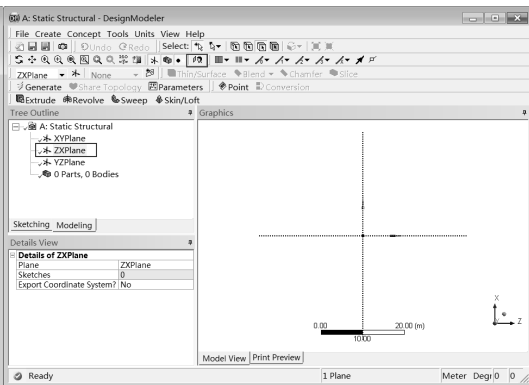

图 14-47 选择绘图平面
Step2：如图 14-47 所示，选择 **ZXPlane** 选项选择绘图平面，然后再单击 按钮，使得绘图平面与绘图区域平行。